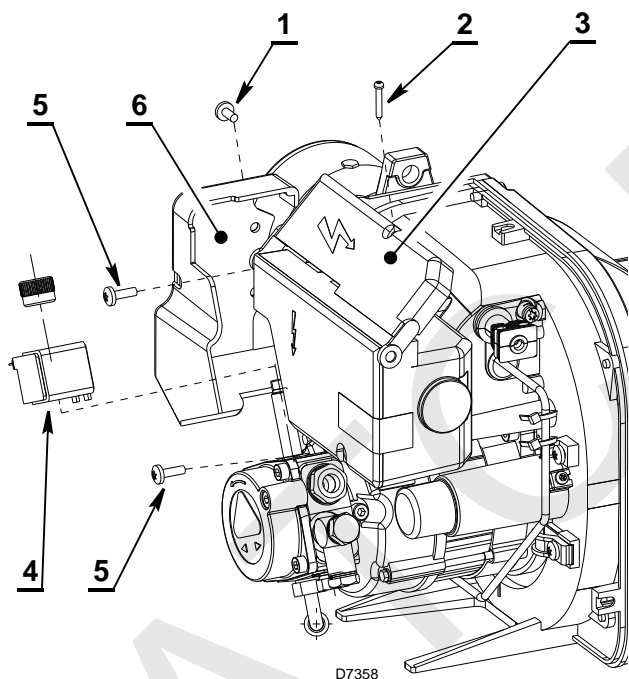

Fig. 15
- soltar o parafuso 1) (Fig. 15) e remover a protecção 6) da bobina 4);